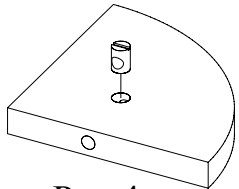

Рис.4
3. В плоскостные отверстия детали 4 (3шт.) вставьте поперечный болт (Рис. 4).